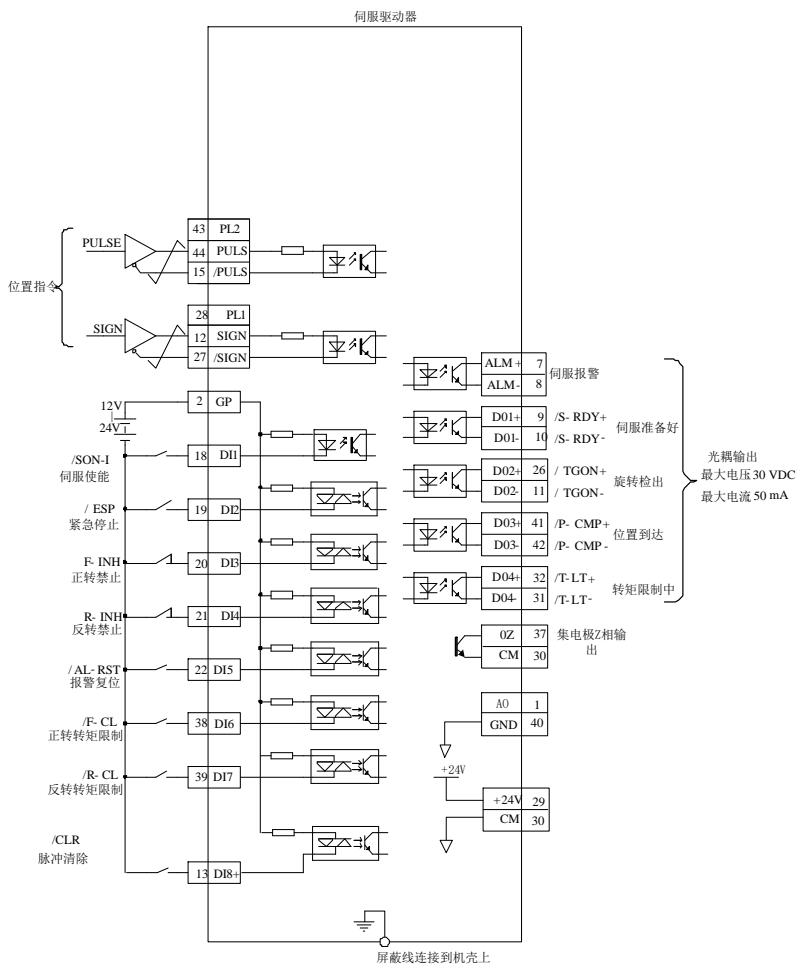
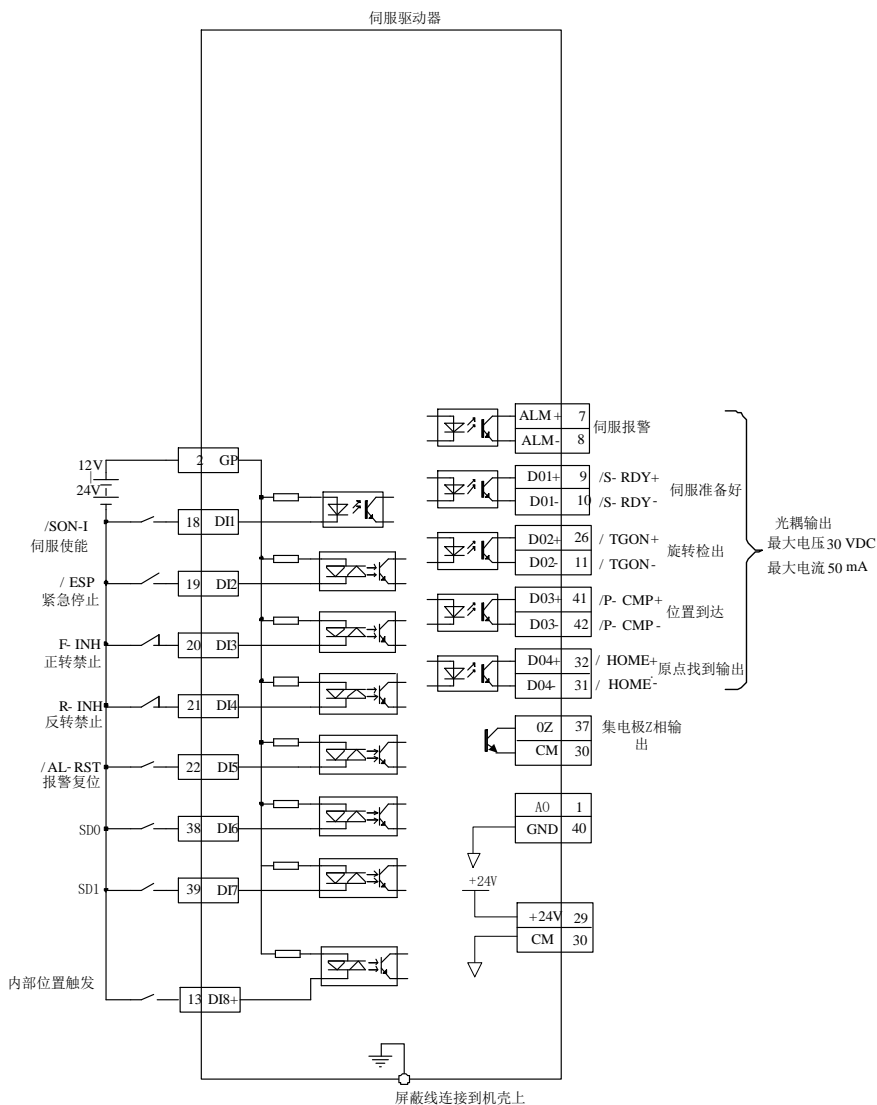

图 6.4.2 外部位置脉冲模式典型接线图
图 6.4.6 内部寄存器位置典型接线图
- ★参考图 6.4.2 或图 6.4.6 的配线说明，进行 DI/DO 信号的连线；